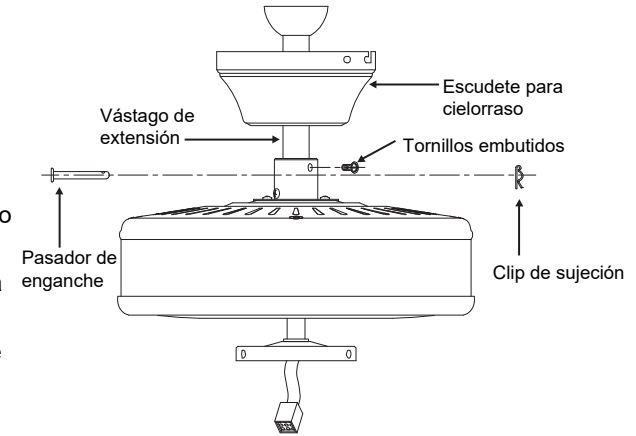

Fig. 6
**Paso 4.** Enrute los cables que salen de la parte superior del motor del ventilador a través de la tapa de acoplamiento, el escudete y luego a través de la bola/vástago de extensión (**Fig. 6**)
**Paso 5.** Alinee los orificios en la parte inferior del vástago de extensión con los orificios de la virola en la parte superior de la caja del motor (**Fig. 6**). Inserte con cuidado el pasador de enganche a través de los orificios de la virola y el vástago de extensión. Es importante no forzar el pasador contra el cableado ubicado dentro del vástago de extensión. Inserte el pasador de seguridad a través del orificio cerca del extremo del pasador de enganche hasta que quede trabado en posición cerrada, tal como se indica en el círculo insertado de la **Fig. 6**.
**Paso 6.** Ajuste firmemente los dos tornillos embutidos del motor del ventilador (**Fig. 6**).